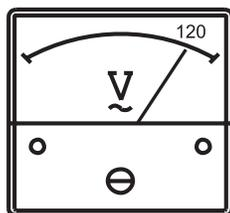

Figure 13. Voltmètre CA
3. Observez que la tension de sortie augmente ou diminue en surveillant la lecture du voltmètre (Figure 13).